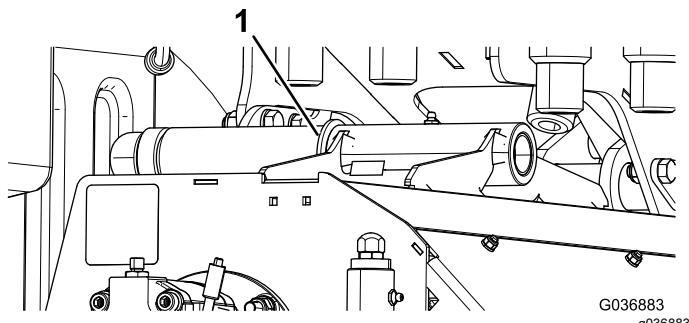

图 13
**注意** 将垫圈保留在滚刀组上的提升臂与枢轴铸件之间并保留及其他五金件 图 13。
**注意** 将现有垫圈安装到滚刀组上的提升臂与枢轴铸件之间 图 13。